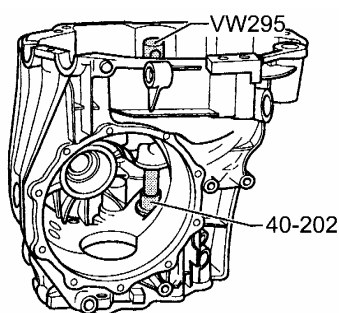
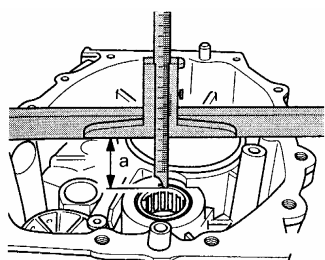
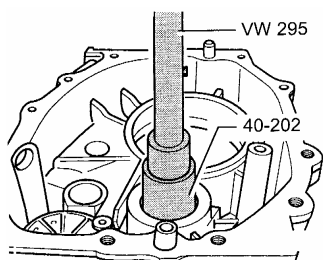

图 12-68 推出滚针轴承
图 12-69 滚针轴承的安装位置
图 12-70 压入滚针轴承
(1) 推出滚针轴承，应使用专用工具，如图 12-68 所示。滚针轴承的安装位置应保证由直尺底边至滚针轴承的上缘的距离 $a=39.5\text{mm}$ ，如图 12-69 所示。压入滚针轴承应使用工具 VW295，如图 12-70 所示。